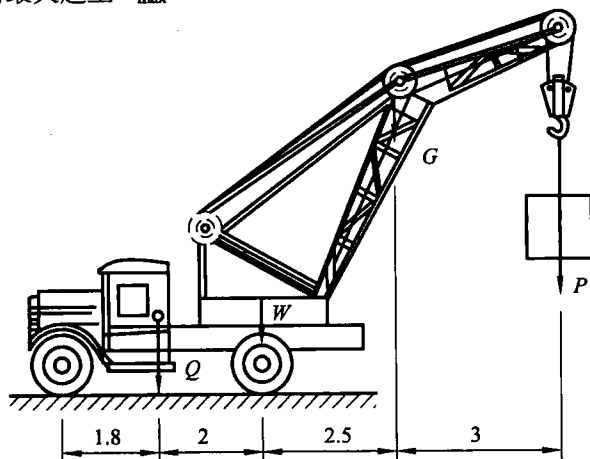

图 2.21
17. 一种车载式起重机, 车重 $Q=26\text{ kN}$, 起重机伸臂重 $G=4.5\text{ kN}$, 起重机的旋转与固定部分共重 $W=31\text{ kN}$ 。尺寸如图 2.21 所示, 单位 m 。设伸臂在起重机对称面内, 且放在最低位, 试求此时车子不致翻倒的最大起重 P_{max} 。